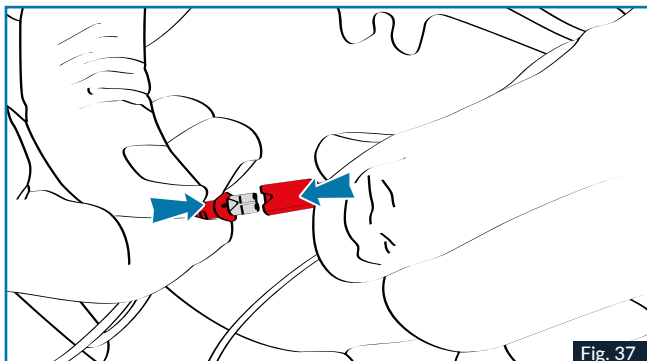

Fig. 37
9. Effectuer le branchement du microphone (connecteur rouge), et le clavier suivant la Fig.37.